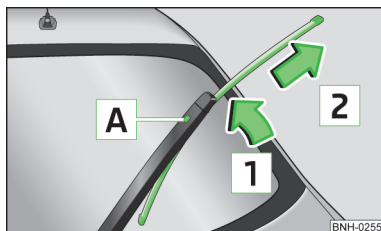

Fig. 143
- Ridicați brațul de ștergător de parbriz de pe parbriz, în sensul săgeții **1** » fig. 143.